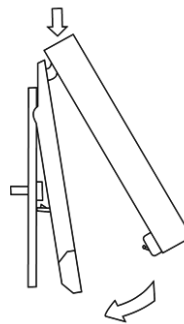

Fig. 25
- Una vez realizado la conexión, coloque el display sobre la parte trasera (Fig. 25)